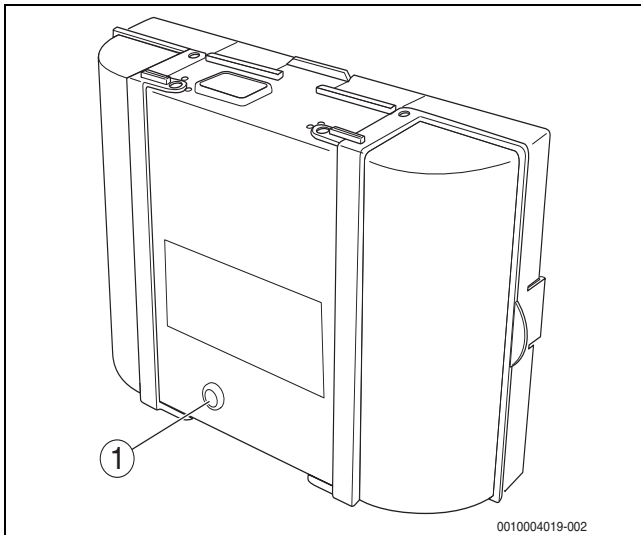

Fig. 87 Remise à zéro des défauts sur l'automate de combustion
- ▶ Appuyer sur la touche de «réarmement» sur le coffret de contrôle de combustion (→ fig. 87).